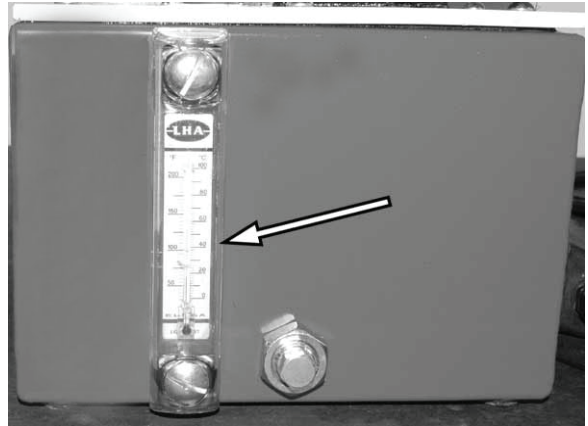

Abbildung 55.
2. Siehe Abbildung 55. Die zwei Schrauben und das Thermometer entfernen.